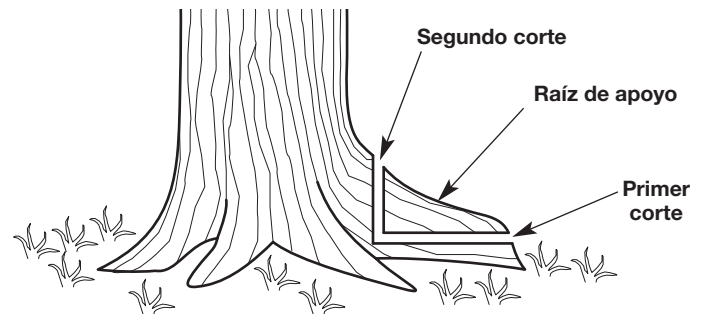

Fig. 13
1. Haga un corte horizontal en la raíz de apoyo (Fig. 13). Para evitar que el peso de la madera comprima la barra guía, siempre haga este corte en primer lugar.
2. Haga un corte vertical en la raíz de apoyo (Fig. 13).